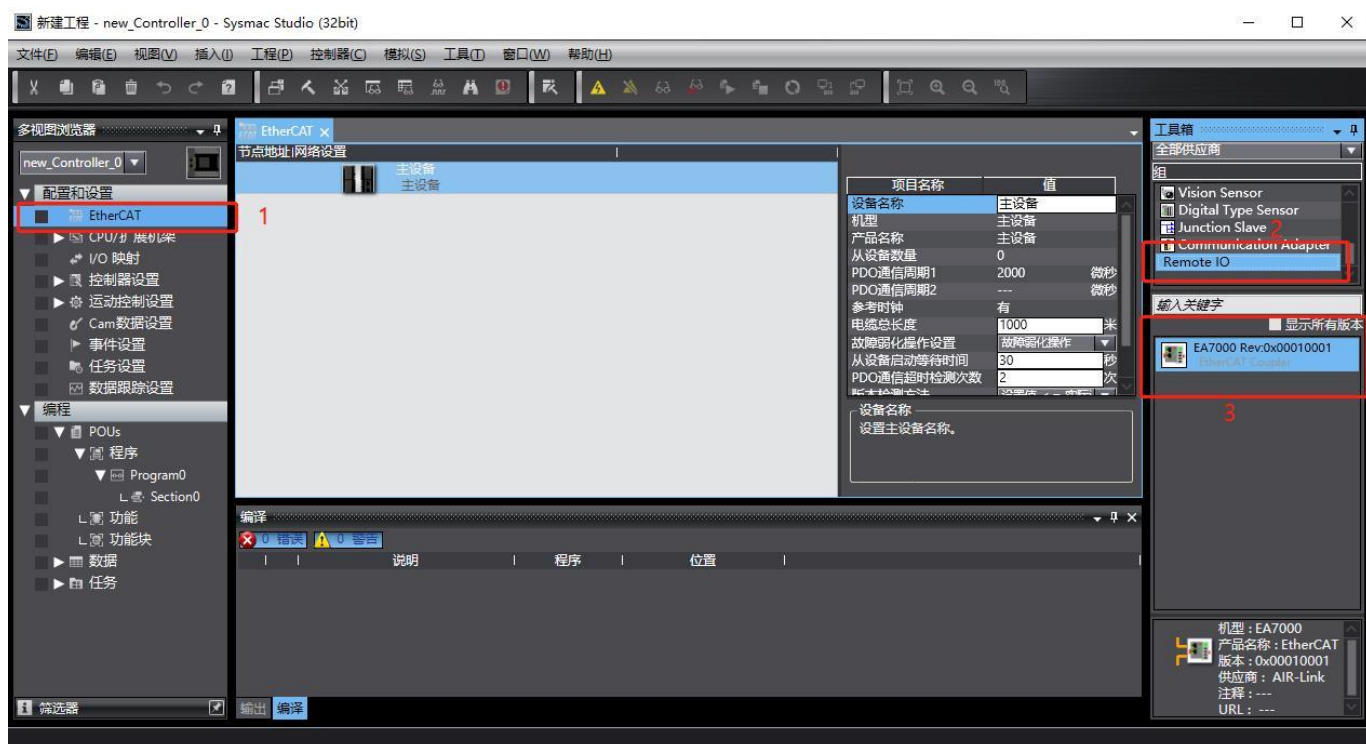

图4-9
3. 添加适配器, 在多视图浏览器中双击“EtherCAT”, 在工具箱中选择“RemoteIO”, 并在工具箱下方选择“EA7000 Rev”如图4-9所示